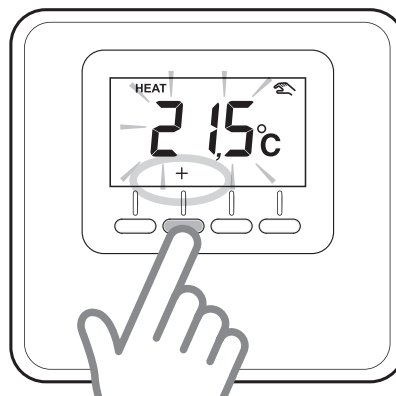

Fig. 5
Apăsați tastele de reglare “+” sau “-”, pentru a seta valoarea de temperatură a mediului dorită (Fig. 5). Apăsați tasta “OK” pentru a confirma.
- Apăsați tastele “+” sau “-” pentru a alege zona de atribuit. (Fig. 5)